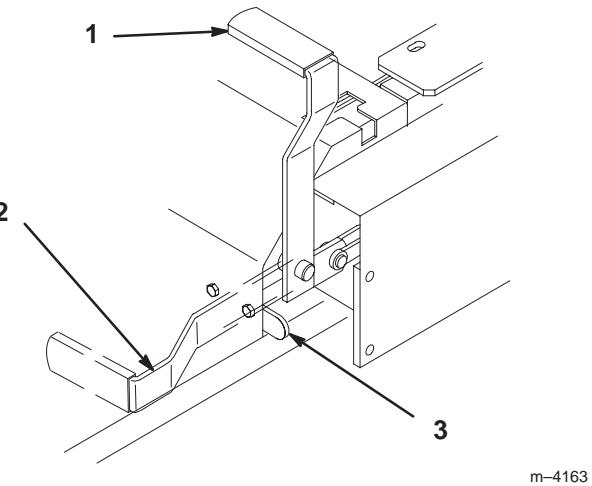

Figure 10
2. Tirez le frein de stationnement en arrière et vers le haut pour le serrer (Fig. 10). Une fois serré, le frein de stationnement ne doit plus bouger.
1. Poussez le levier du frein de stationnement vers l'avant et vers le bas (Fig. 10) afin de le desserrer. Le frein de stationnement est desserré et le levier est en appui contre la butée du frein.